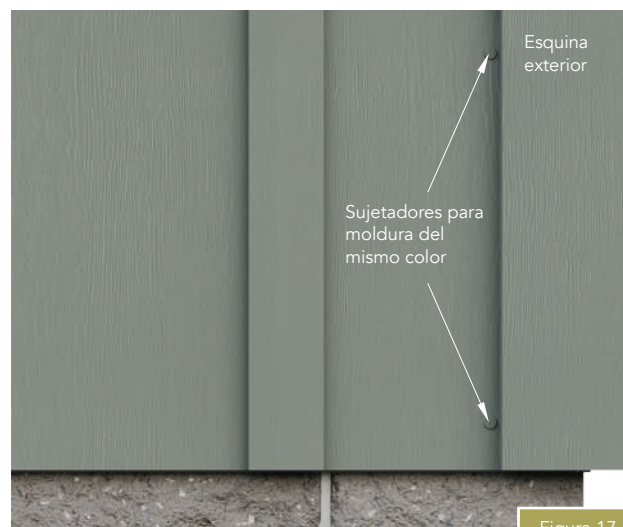

Figura 17
- Utilice un sujetador para moldura del mismo color para fijar la última pieza (Figura 17).